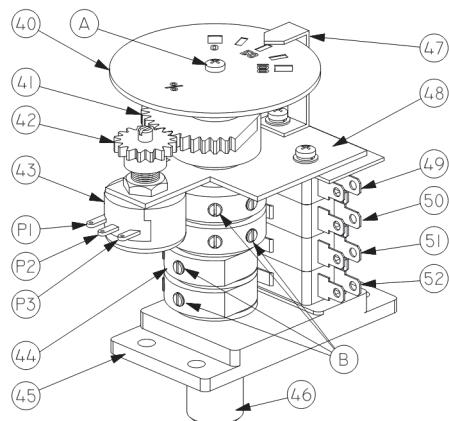

Рис. 2 Индикатор положения затвора арматуры
Электропривод состоит из следующих узлов и деталей (рис.1): электродвигателя (1); силового редуктора, в состав которого входит: червячный редуктор (11, 16), червячный редуктор маховика ручного дублера (13,19) и планетарная передача (18); двухсторонней муфты ограничения крутящего момента (моментной муфты) (4); ограничителя хода выходного вала (6); индикатора положения затвора арматуры (40, 47) (рис.2); выходного вала (15); механических упоров открытия и закрытия (9,10); клеммной коробки (22) и корпусных деталей.
Вращение электродвигателя (1) через прямозубую цилиндрическую шестерню (2) передается на червячный редуктор (11, 16), который соединен через планетарную передачу (18) с муфтой сцепления (20). Вращение муфты сцепления обеспечивает вращательное движение выходного вала (15). Выходной вал электропривода механически связан с индикатором положения затвора арматуры (40, 47) (рис.2) и ограничителем хода
Ограничитель хода выходного вала (6) механически связан с выходным валом (15). При достижении ограничителем хода выходного вала заданных параметров микровыключатели (49, 50, 51, 52) (рис.2) отключают электропитание электродвигателя.
Индикатор положения затвора арматуры (40,47) (рис. 2) механически связан с валом ограничителя хода выходного вала. После надлежащей настройки указания индикатора соответствуют определенным положениям затвора арматуры независимо от режима работы электропривода – ручного или электрического.